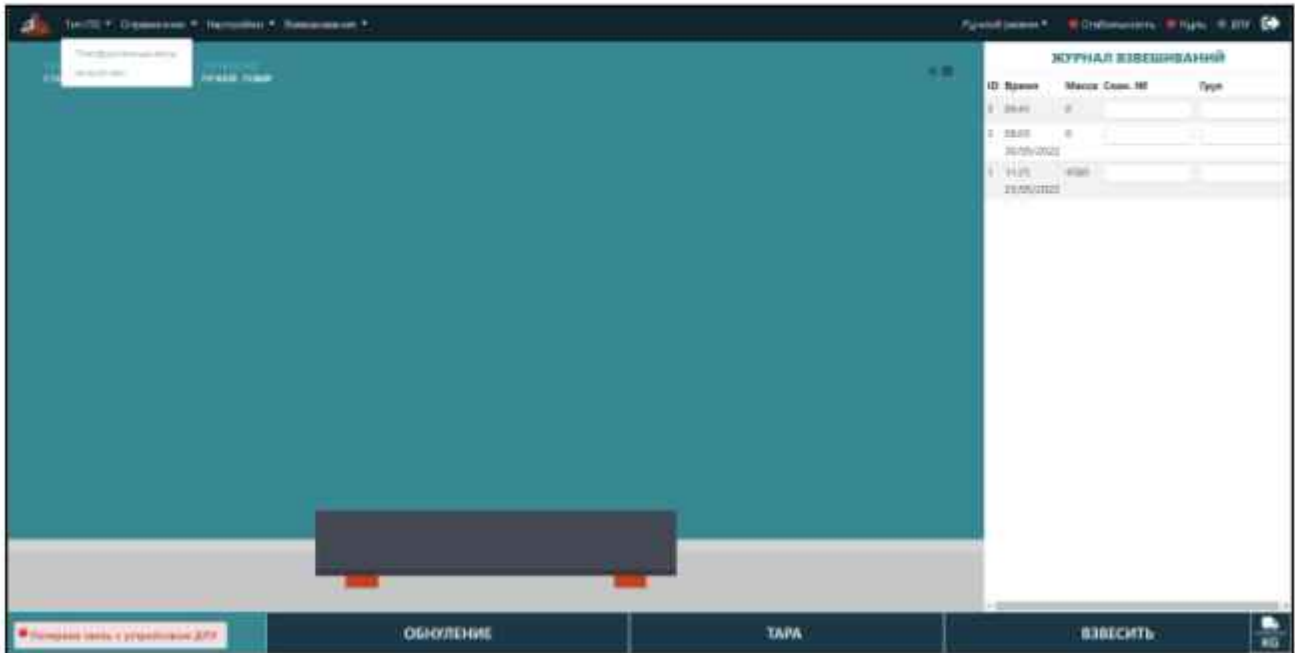

Рис.33
2.6.2. Пункт меню «Тип ПО» (Рис.33)